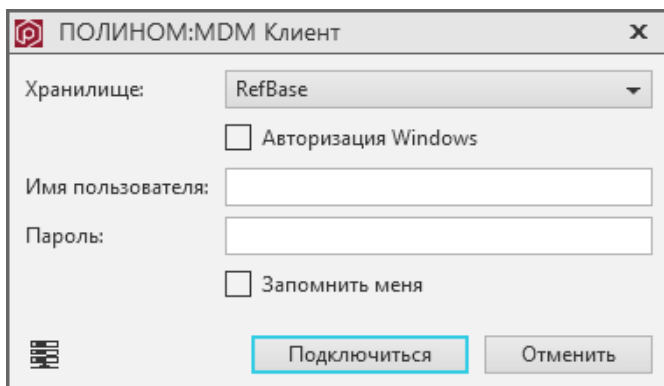

Рис. 4.66
2. В окне авторизации нажмите кнопку, расположенную в левом нижнем углу (рис. 4.66).